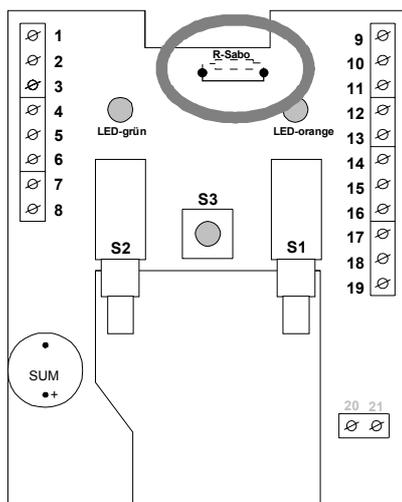

Abb. 3: Bauteile-Anordnung
2. Ziehen Sie den 3-poligen Stecker des Bohrschutzes ab (Abb.3: Klemme 17, 18, 19).
Der Schlüsselschalter ist als Standard mit einem Abschlusswiderstand **R-Sabo** von  $0 \Omega$  (Drahtbrücke, Abb. 3) bestückt. Durch Trennen der Drahtbrücke wird ein Widerstand von  $12 \text{ K}\Omega$  (Rückseite der Platine) eingestellt.